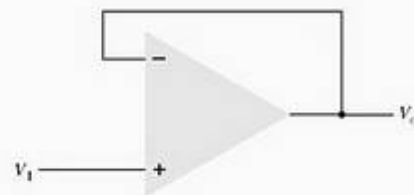

Figura 13.50 Problema 13.
13. Que tensão de saída resulta no circuito da Figura 13.50 para $V_1 = +0.5 \text{ V}$?